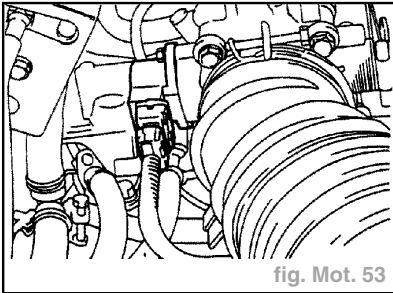

fig. Mot. 53
- Débrancher le connecteur du capteur de position au papillon (fig. Mot. 53).